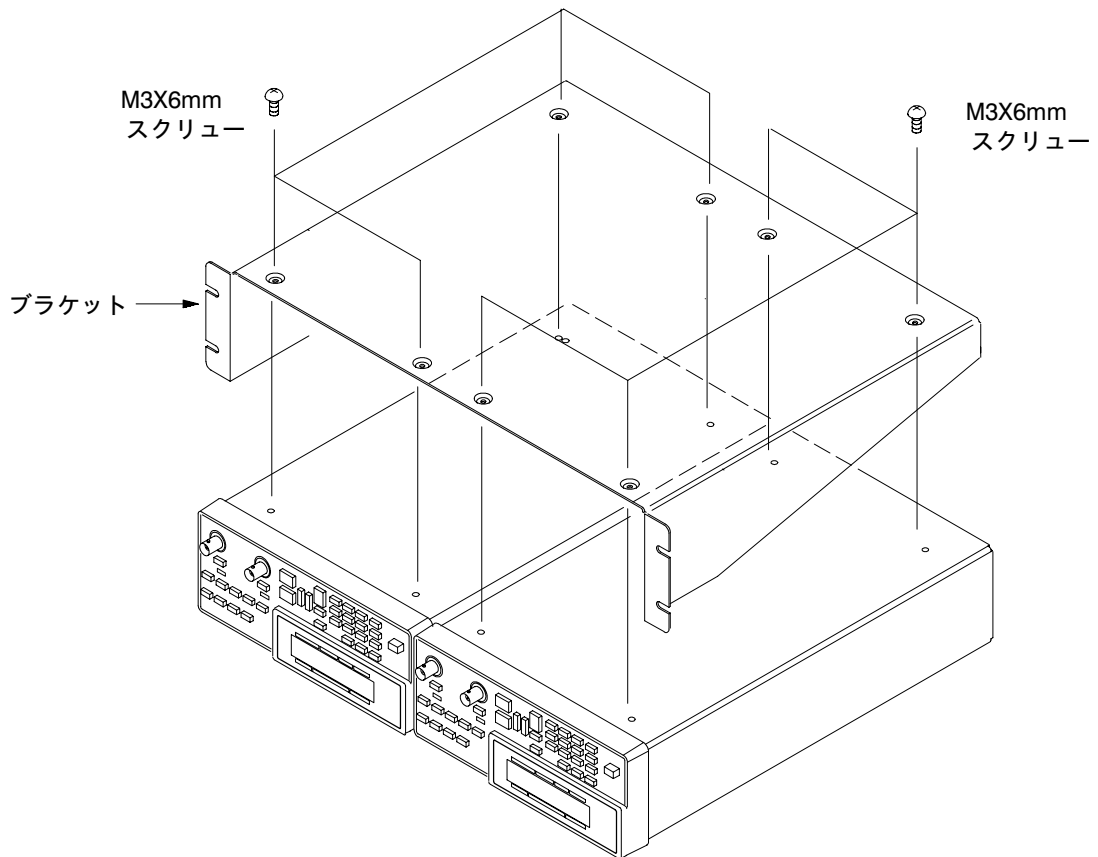

図 6：2 台の機器の取付
1. 図 6 のように 2 台の AFG310/AFG320 型の底面を上にしてします。